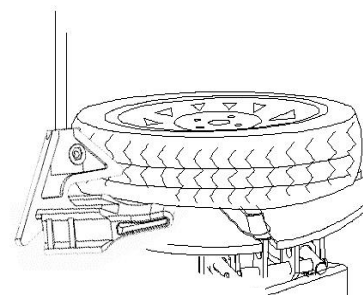

Рис. 20
Примечание. Отрегулируйте положение монтажной пластины (X) согласно рис.20, если вертикальная направляющая не фиксируется или монтажная головка в рабочем положении находится более чем в 2-3 мм от обода колеса.